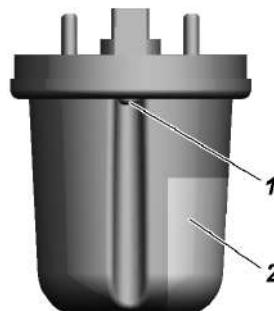

Рис. 9.39. Боковой указатель поворота для автомобилей с широкой платформой:
**Вариантное исполнение** для автомобилей с широкой платформой. Для замены лампы указателя поворота отверните винты 1 (рис. 9.39), снимите корпус указателя поворота 2 и замените лампу.